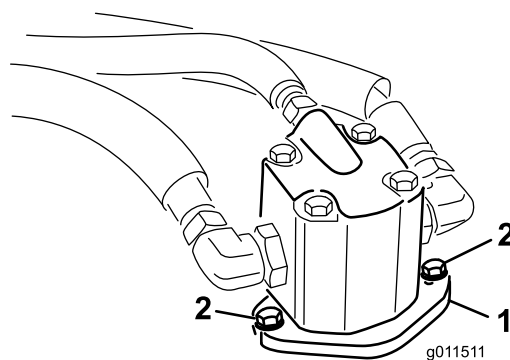

Figura 74
4. Retire los pernos que sujetan el motor hidráulico a la carcasa de corte (Figura 74).